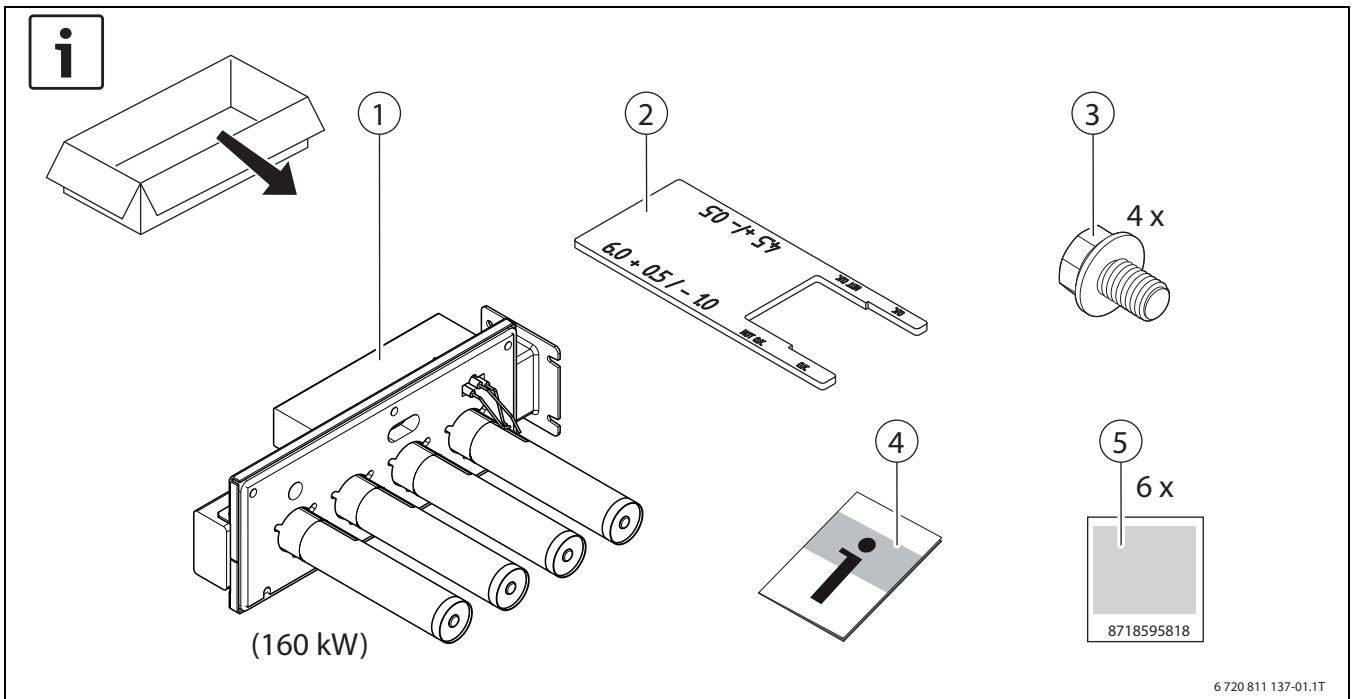

Fig. 1
- ▶ Stryk motsvarande ställe i den befintliga installations- och underhållsanvisningen. Fäst etiketten i leveransinnehållet på motsvarande plats (→ bild 1, sidan 15, [5]).